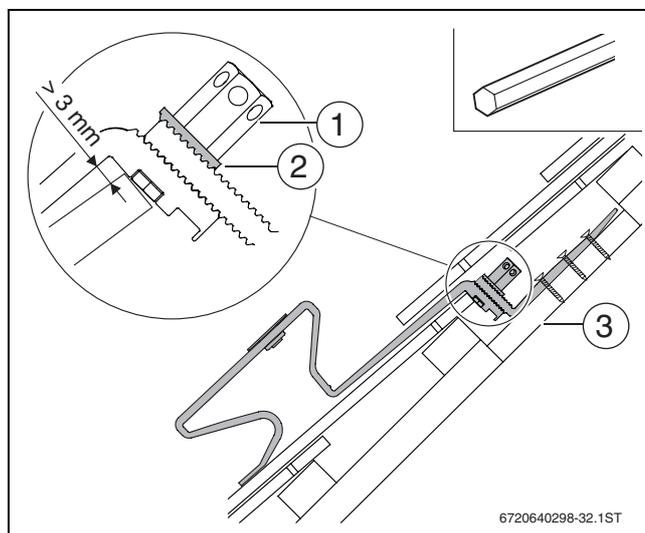

Fig. 24
- ▶ Se necessário, fixar no caibro tábuas/pranchas com capacidade de carga suficiente (→ fig. 24 [3]). Se necessário, remover as ripas de contorno nesta área.